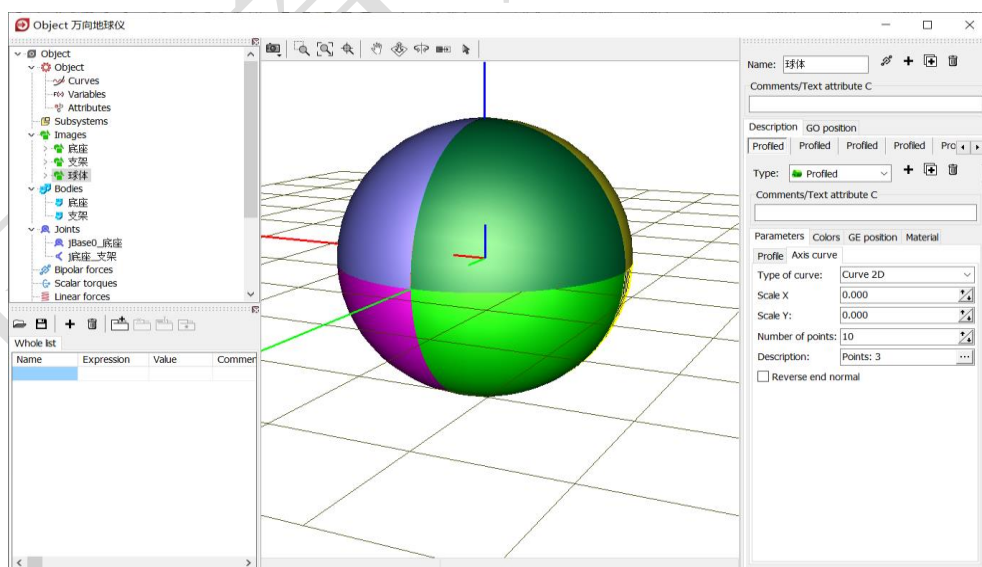

图 2-28
- 2) 这样, 我们就导入了地球仪支架的几何图形(**Images**), 如图 2-28 所示。导入几何图形的目的是增强模型可视化效果, 它并不参与动力学计算。